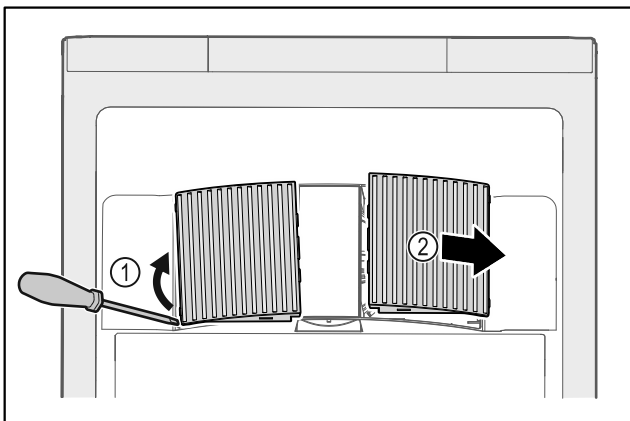

Fig. 228
- ▶ Кожух вентилятора обережно підважити зі сторони Fig. 228 (1) і витягнути рухом вперед Fig. 228 (2).